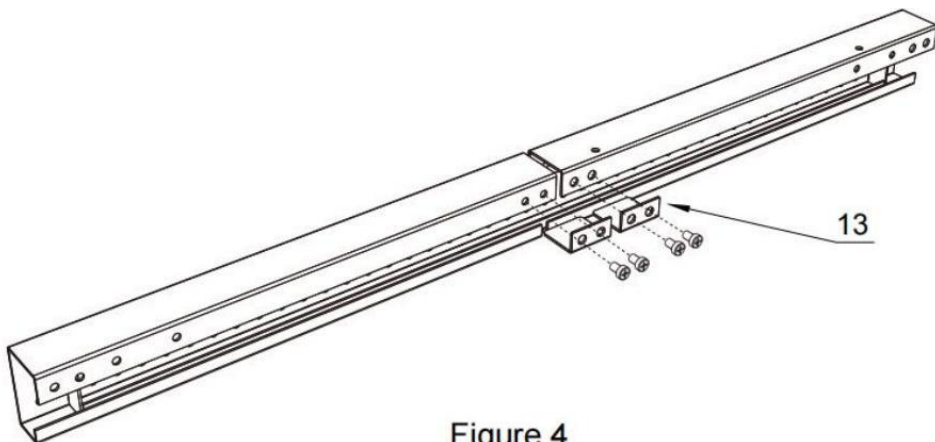

Figure 4
4. Platzieren Sie zwei Begrenzungsteile (#13) auf den Eckhalterungen , ziehen Sie die M5*10 Kreuzschlitzschrauben (⑧) mit einem elektrischen Schraubendreher . (Abbildung 4)